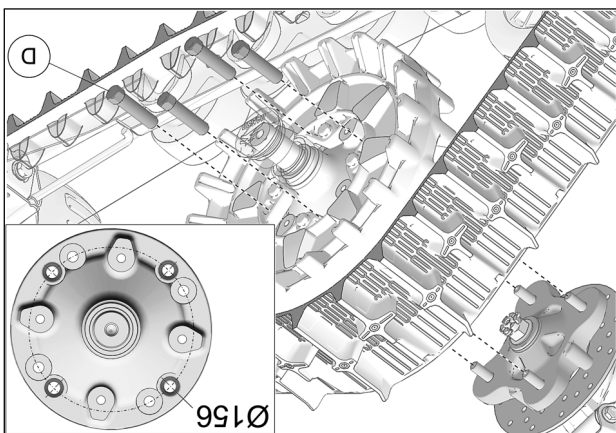

Fig. 11
6. Au moyen des écrous de roue M12 (D) fournis, boulonner chaque système de traction au moyen de roue avant. La marche à suivre et les précautions sont les mêmes qu'à l'arrière. Voir la Fig. 11
10. Fixer le système de traction au moyeu de roue arrière. Utilisez le cercle de perçage de  $\varnothing 156$  mm et les écrous de roue M12 (D) fournis. Voir la Fig. 11